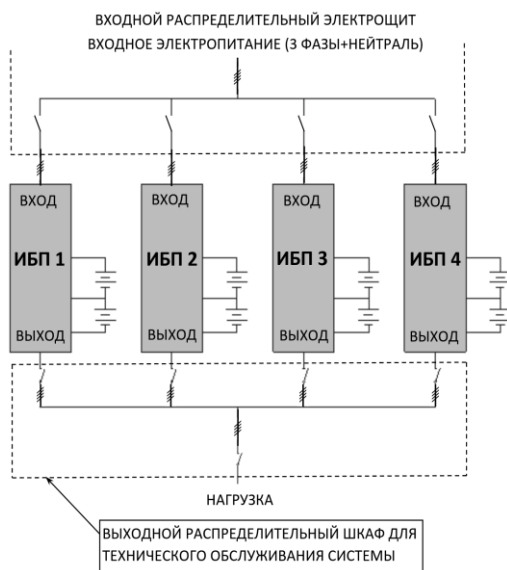
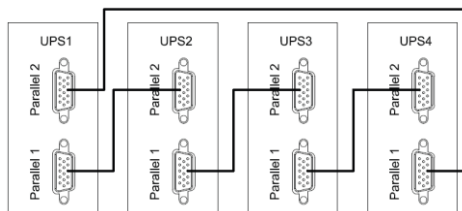

Рисунок 24 – Пример схемы подключения четырех изделий в систему параллельного резервирования с выходным распределительным шкафом.
Рисунок 25 – Схема соединения изделий в «кольцо» через параллельные порты
Изделие имеет встроенный параллельный контроллер и может работать в системе бесперебойного питания с параллельным резервированием (см. рисунок 24 и рисунок 25). Целью такой системы является либо повышение надежности (резервирование), либо увеличение общей выходной мощности (масштабирование). При исправности всех соединенных параллельно изделий (от двух до четырех) нагрузка равномерно распределяется между ними, а в случае выхода из строя одного из изделий – перераспределяется между исправными изделиями, неисправное изделие отключается от системы.
Установите дополнительные внешние выходные выключатели (см. рисунок 24) между выходными клеммами каждого изделия и общими шинами, тщательно соблюдая фазировку.
- отключите входное сетевое питания каждого изделия. Убедитесь в том, что все внешние выключатели разомкнуты (см. рисунок 24);
- 1) Убедитесь в том, что все подключения входных/выходных проводов и последовательность фаз входных проводов выполнены правильно (см. раздел «ПАРАЛЛЕЛЬНОЕ ПОДКЛЮЧЕНИЕ ИЗДЕЛИЙ»). Установите автоматический выключатель АКБ (SF) в выключенное положение, при подключенных внешних АКБ. Измерьте напряжение на положительной и отрицательной группах батарей. Убедитесь в том, что напряжение на клеммах обеих групп батарей в норме.
- 3) Подайте трехфазное сетевое напряжение от распределительного щита питающей линии на все изделия (см. рисунок 24).